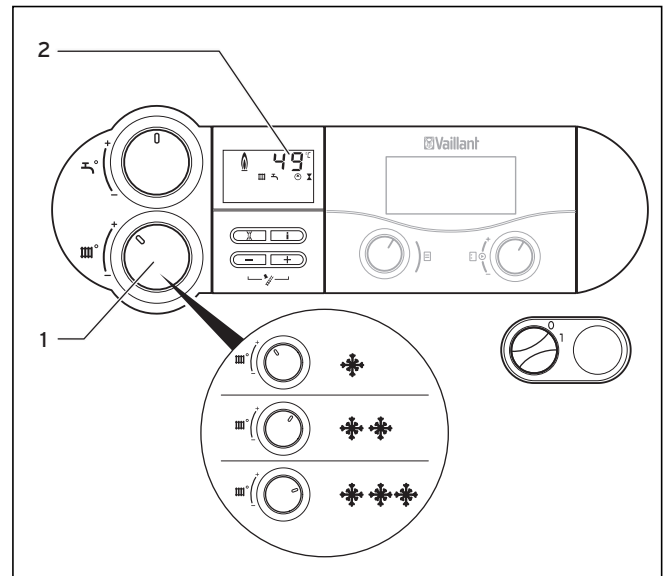

Abb. 6.8 Vorlauftemperatur-Einstellung ohne Regelgerät
Ist kein externes Regelgerät vorhanden, so stellen Sie die Vorlauftemperatur am Drehknopf (1) (Abb. 6.8) entsprechend der jeweiligen Außentemperatur ein. Dabei empfehlen wir folgende Einstellungen:
Beim Einstellen der Temperatur wird die eingestellte Temperatur im Display (2) (Abb. 6.8) des DIA-Systems angezeigt. Nach drei Sekunden erlischt diese Anzeige und im Display erscheint wieder die Standardanzeige (aktuelle Heizungsvorlauftemperatur).